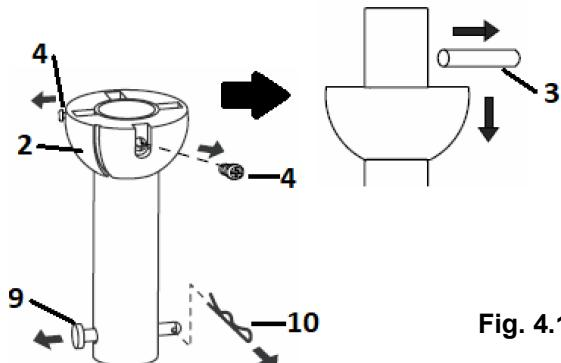

Fig. 4.1
1. Rimuovere il giunto sferico (2) e il perno (3) dall'asta (6) allentando le viti di fissaggio (4). Rimuovere il perno di bloccaggio (9) estraendo la coppiglia (10). **NOTA: non gettare tali parti perché saranno necessarie in seguito per il riassemblaggio (Fig. 4.1).**